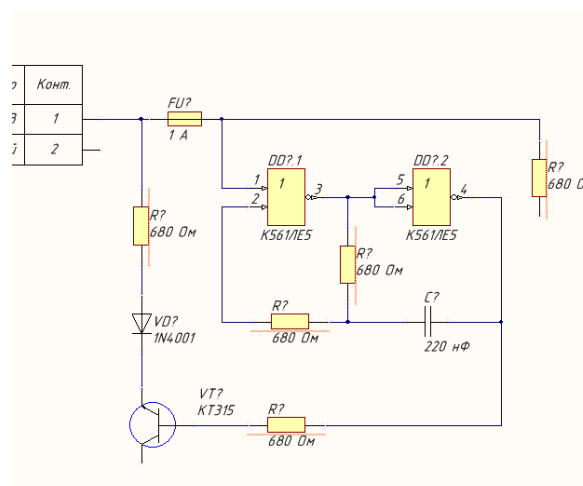

Рис. 4.7
8) З'єднайте компоненти схеми провідником, для цього виконайте команду **Place-Wire**. Натисніть лівою кнопкою миші на кінці одного з контактів. Потім переміщуйте курсор та натискайте ліву кнопку миші, щоб прив'язати серію точок вершин, що визначають форму провідника. Після розміщення останньої точки натисніть правою кнопкою миші, щоб завершити розміщення провідника. Продовжуйте розміщувати провідники поки не з'єднаєте усі елементи схеми як показано на рис. 4.7. Після завершення, натисніть праву кнопку миші ще раз, щоб вийти з режиму розміщення.